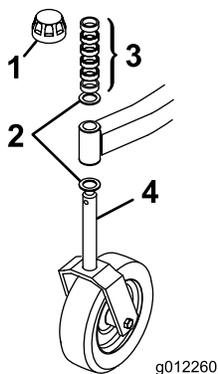
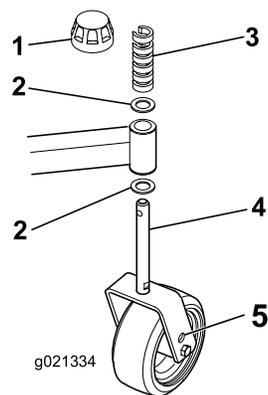

Figura 2
Figura 3
1. Rimuovete i cappucci di tensione dagli assi dei perni ed estraete i distanziali e le rondelle di spinta (Figura 2 & Figura 3).
2. Posizionate i distanziali sul fusello della ruota orientabile fino ad ottenere l'altezza di taglio richiesta; fate riferimento alla tabella in Regolazione dell'altezza di taglio nel presente manuale. Fate scorrere la rondella di spinta sul fusello. Spingete il fusello ruota orientabile grande attraverso il braccio ruota orientabile anteriore e il fusello ruota orientabile piccolo attraverso il braccio ruota orientabile posteriore. Montate un'altra rondella di spinta e i distanziali restanti sul fusello, quindi montate il cappuccio di tensione per fissare gli elementi del gruppo (Figura 2 & Figura 3).